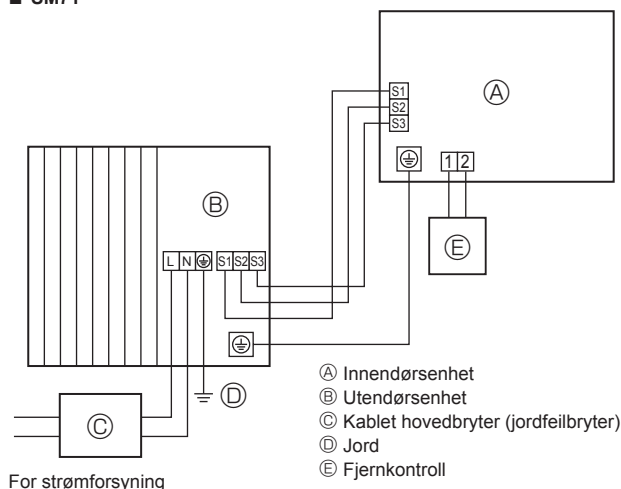
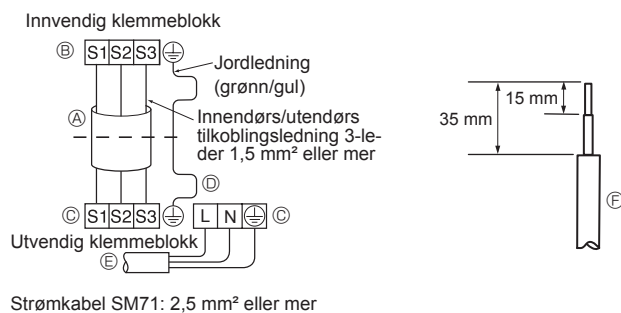
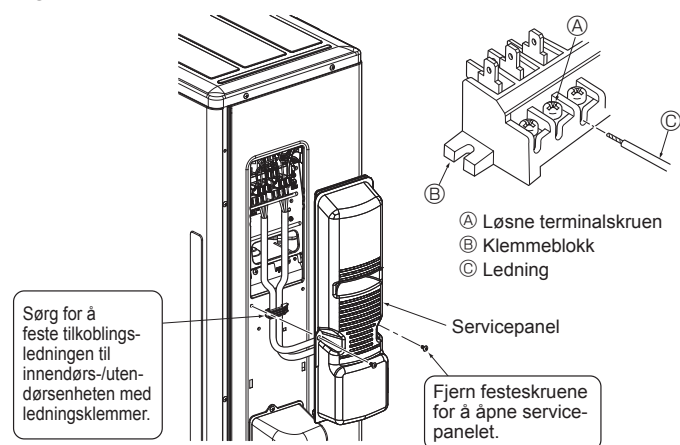

Fig. 6-1
Fig. 6-2
Fig. 6-3
### 6.1. Utendørsenhet (Fig. 6-1, Fig. 6-2, Fig. 6-3)
- ① Fjern servicepanelet.
- ② Kople til kablene med henvisning til Fig. 6-1, Fig. 6-2 og Fig. 6-3.
- Utfør kabling som vist i figuren nede til venstre. (Anskaff kabelen lokalt) (Fig. 6-2) Sørg for kun å bruke kabler med korrekt polaritet.
- (A) Tilkoblingskabel
- (B) Innvendig klemmeblokk
- (C) Utvendig klemmeblokk
- (D) Installer alltid jordledning som er lengre enn andre kabler.
- (E) Strømkabel
- (F) Ledning